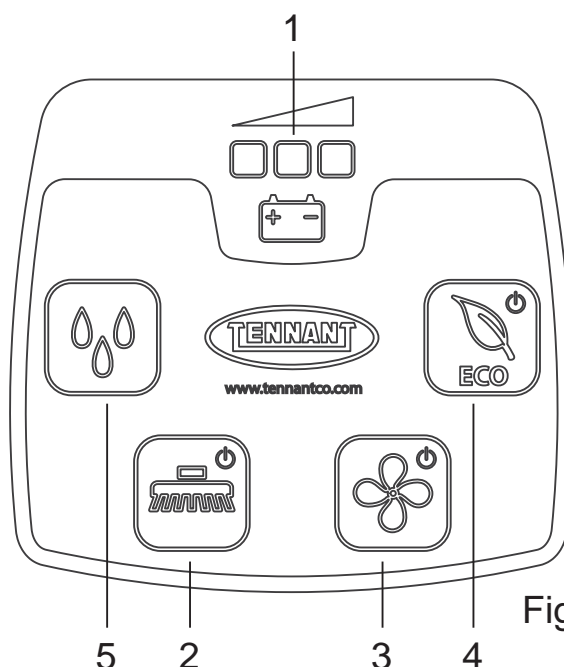

Fig.15
- Varsellampe for ladenivå batteri (fig.15 - ref.1): består av 3 led med fargene rød, gul, grønn som indikerer batteriets ladenivå. Mulige situasjoner:
- Børstetast (fig. 15 - ref. 2): Aktiverer ("varsellampe tent") og deaktiverer ("varsellampe slukket") funksjonen "Børste", børsten settes kun i funksjon når du bruker "Betjeningsspak for børste".
- Oppsugingstast (fig. 15, ref. 3): slår på ("varsellampe tent") og av ("varsellampe slukket") oppsugingsmotoren, som gjør det mulig å tørke gulvet du arbeider på. Motoren starter kun ved at du aktiverer "Betjeningsspak for børste".
- Tast for oppløsningsstrøm (Fig.15-Ref.5): for aktivere, deaktivere eller variere utførelsen av løsningsstrømmen, fortsett på denne måten:
- ECO-tastem (fig.15 - ref.4): aktiverer ("ledlampe tent") og deaktiverer ("ledlampe slukket") funksjonen ECO.